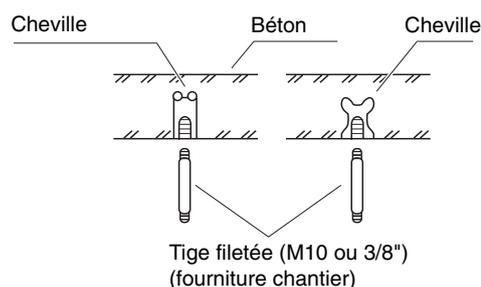

Fig. 3-84
- Insérez les tiges filetées comme indiqué sur la figure 3-84
- (2) Vissez les tiges filetées en les laissant dépasser du plafond comme illustré sur la figure 3-84. (Découpez le plafond le cas échéant.)